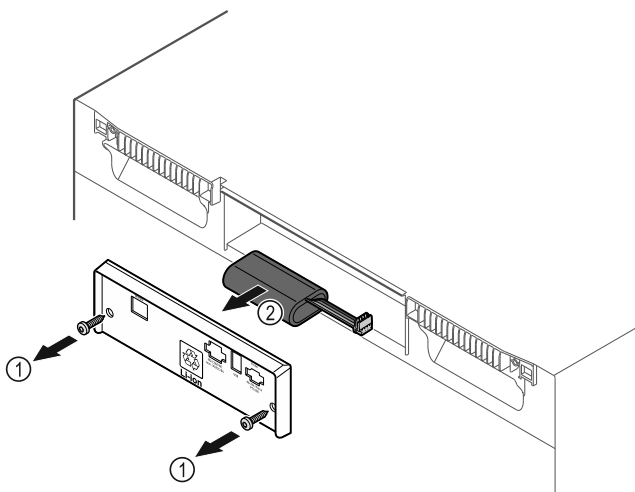

Fig. 180
- ▶ Csavarja ki a csavarokat, és távolítsa el a burkolatot a készülék hátoldaláról Fig. 180 (1).
- ▶ Válassza le, és vegye ki az elemet Fig. 180 (2).